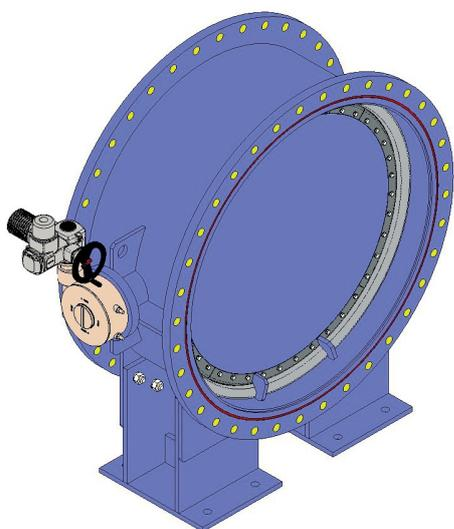

Fig. 12
- Accionamiento motorizado (fig. 12): Todos los accionamientos motorizados que suministra **CMO Valves**, llevan un volante de emergencia desembragable, con el fin de poder accionar la válvula manualmente en caso de fallo de energía.